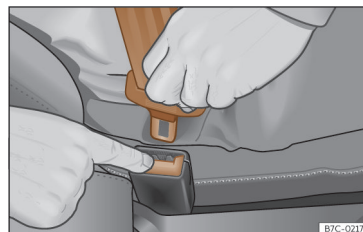

Fig. 43 Soltar a lingueta do fecho do cinto.
- Pressione o botão vermelho do fecho >>> Fig. 43. A lingueta saltará do fecho.